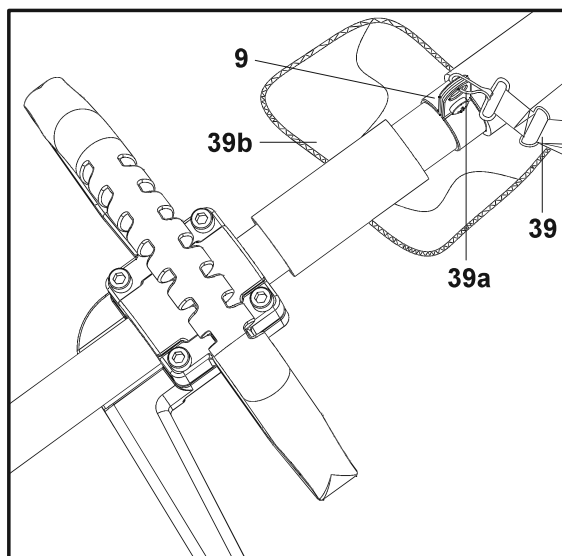

Fig. 26
5. Bloqueie o arnês (39) no gancho para pendurar (9). Certifique-se de que a base de proteção (39b) fica sob o cabo superior (Fig. 26).